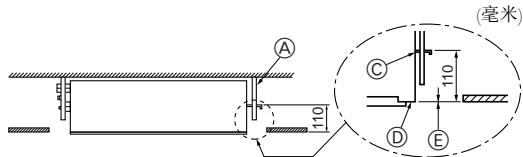

Fig. 2-9
- 拧紧所有螺母。(Fig. 2-9)
- (A) 挂环螺栓(3/8"或M10)
- (B) 透明的塑料管子
- (C) 支架底面
- (D) 在这里固定前侧面板
- (E) 确保这些表面彼此平整(0-3毫米)